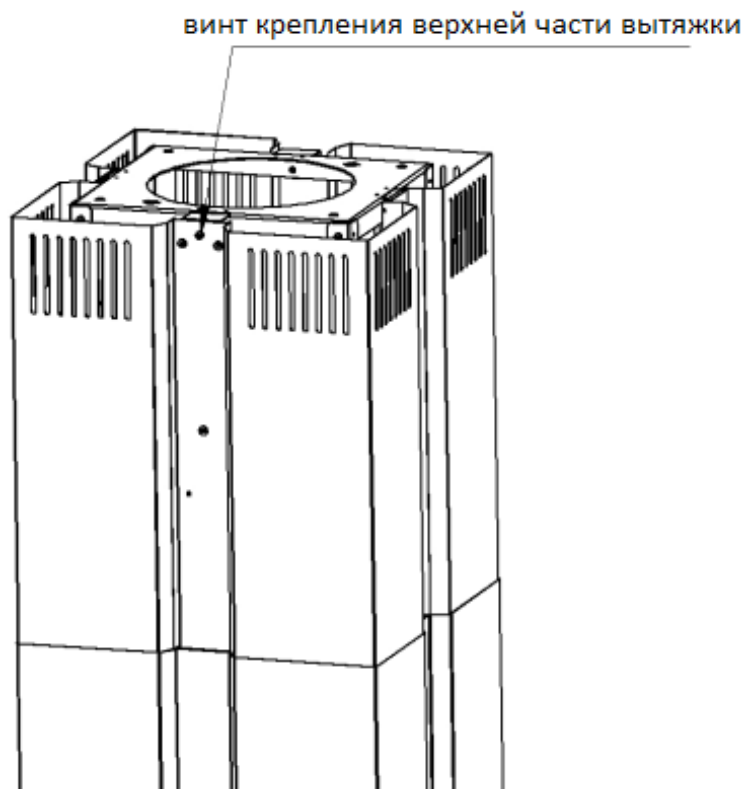

Рис. 5
4. Поднимите верхнюю часть вытяжки к потолку и прикрутите четырьмя винтами М4 (рис. 5).